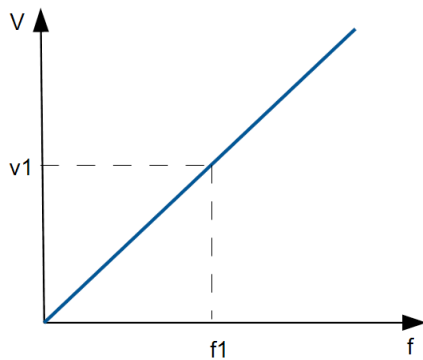
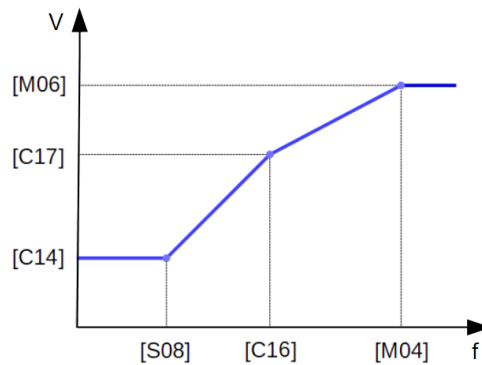

Abbildung 4-8 Lineares V/f Diagramm für Open-Loop
Abbildung 4-9 V/f Diagramm über alle Parameter
0...5	Die korrekten Koeffizienten Kp und Ti werden anhand der Geschwindigkeit, wie in Abbildung 4-9 dargestellt, ausgewählt, solange die Geschwindigkeit des Systems sich innerhalb der eingestellten Parameter [C11] und [C12] befindet. Solange sich die Geschwindigkeit des Aufzugs unter dem Wert von [C11] befindet, werden die Parameter [C07] und [C08] für die Regelung genutzt.
0...5	Die korrekten Koeffizienten Kp und Ti werden anhand der Geschwindigkeit, wie in Abbildung 4-9 dargestellt, ausgewählt, solange die Geschwindigkeit des Systems sich innerhalb der eingestellten Parameter [C11] und [C12] befindet. Solange sich die Geschwindigkeit des Aufzugs über dem Wert von [C11] befindet, werden die Parameter [C09] und [C10] für die Regelung genutzt.
Die Vektorregelung geschieht mittels Spannung-Frequenz-Kennlinie (U/f). Die Abbildung 4-8 veranschaulicht, dass es einen linearen Zusammenhang zwischen Spannung und Frequenz gibt. Daraus folgt, dass es zu einer Änderung der Spannung kommt, sobald sich die Frequenz ändert oder diese geändert wird. Es ist zu beachten, dass der Motor bei zu niedriger Ist-Frequenz nicht angetrieben werden kann. In diesem Fall ist die benötigte Anlaufspannung nicht ausreichend. Für diesen Fall stehen die Parameter [C16] und [C17] zur Verfügung, um bei niedrigen Geschwindigkeiten in den Boost-Betrieb zu schalten (Abbildung 4-9).